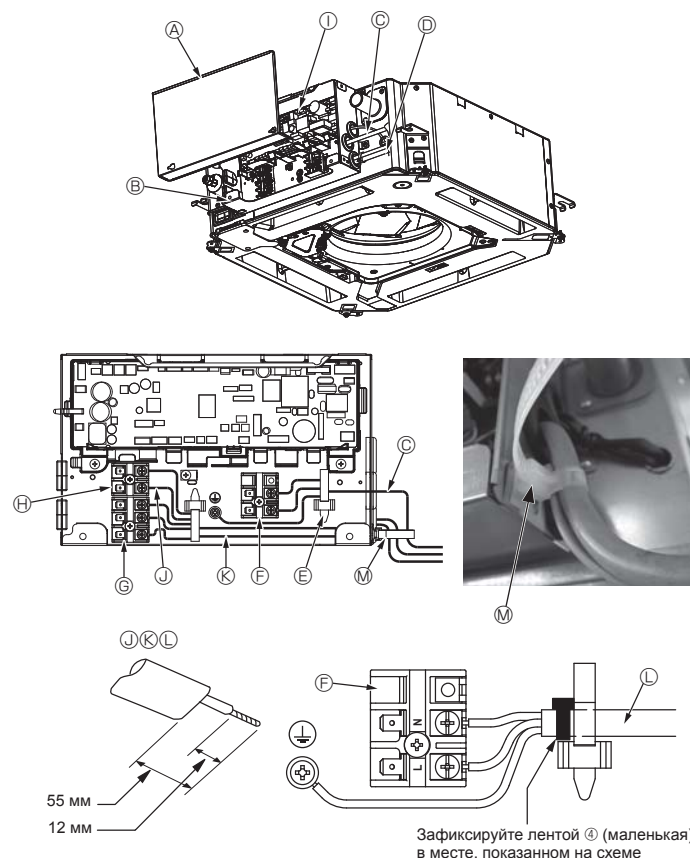
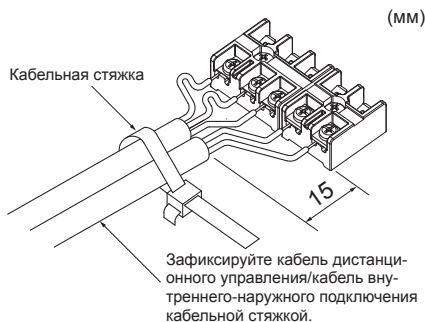

Fig. 4-1
Fig. 4-3
4.1. Внутренний блок (Fig. 4-1, Fig. 4-2, Fig. 4-3)